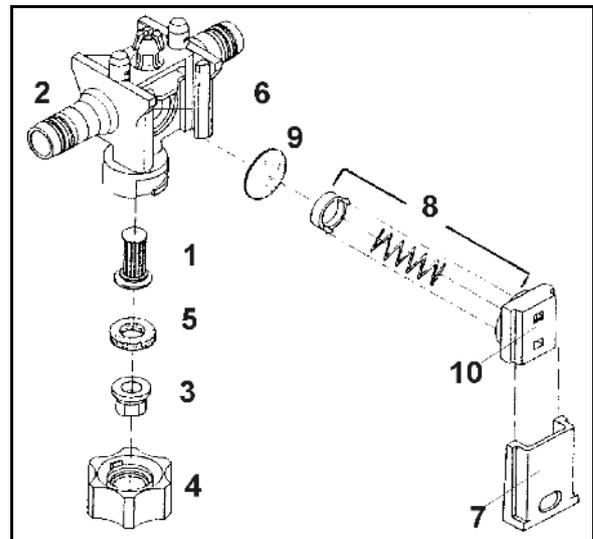

Fig. 201
2. Retirar los tornillos (Fig. 201/1).
3. Retire la tapa de la válvula (Fig. 201/2).
4. Extraer los grupos de válvulas (Fig. 201/3).
5. Sacar el anillo obturador de la válvula (Fig. 201/4) y la junta tórica (Fig. 201/5).